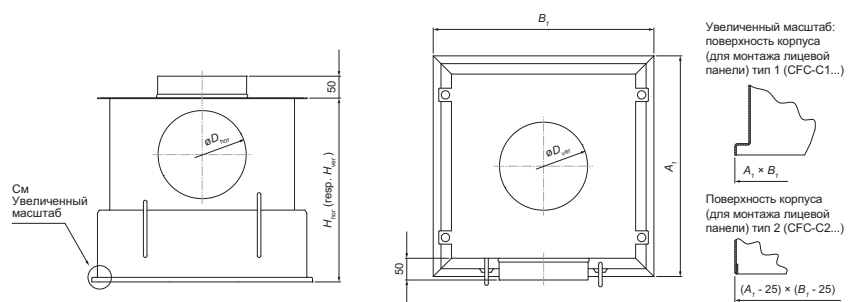

Рис. 1 Корпус CFC-C (Classic). H_{hor} - горизонтальное, H_{ver} - вертикальное присоединение.
- 1) См «Увеличенный масштаб» на рис. 1,2,3,4. Не указывается для типа W (настенный монтаж).